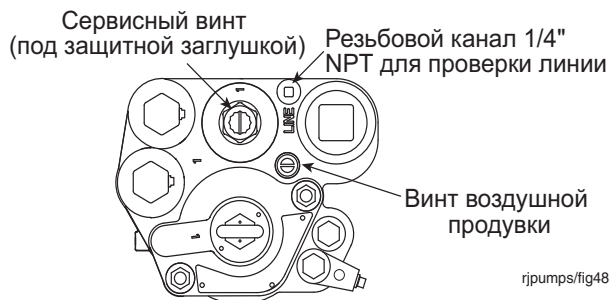

Рис. 23. Местоположение на насосе канала проверки линии
- Давление можно определить по манометру, присоединенному к «динамическому» клапану или к насосному каналу проверки линии (см. рис. 23).
2. Снимите и отложите защитную заглушку сервисного винта и поверните его по часовой стрелке (см. рис. 23). Когда винт приблизится к нижнему положению, начнется сброс давления из системы (это можно определить на слух). Продолжайте вращать винт до упора. После того как винт дойдет вниз до упора, отверните его на 4 оборота, чтобы открыть обратный клапан и дать топливу стечь из полостей манифольда. Продолжайте вращать винт до упора против часовой стрелки. Когда винт окажется вблизи верхнего положения, обратный клапан встанет (опустится) на место.
3. Выверните заглушку канала проверки линии (см. рис. 23) и присоедините контрольный манометр.
4. Поверните винт воздушной продувки на 2–3 оборота против часовой стрелки (см. рис. 23).
2. Снимите и отложите защитную заглушку сервисного винта и поверните его по часовой стрелке (см. рис. 23). Когда винт приблизится к нижнему положению, начнется сброс давления из системы (это можно определить на слух). Продолжайте вращать винт до упора.